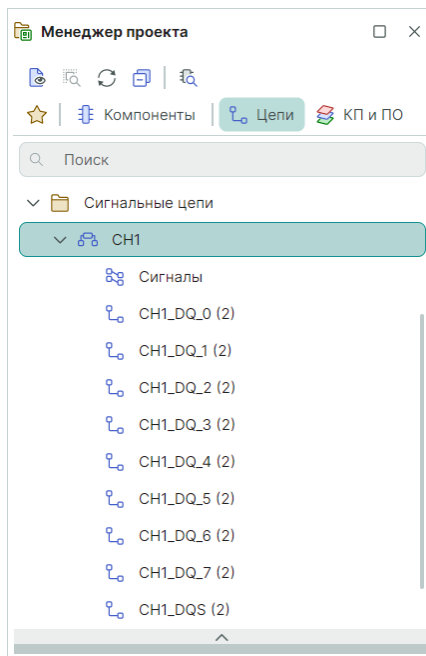

Рис. 361 Отображение в панели «Менеджер проекта» существующих сигнальных цепей
4. В панели «Менеджер проекта» → «Цепи» → «Сигнальные цепи» отображаются все существующие сигнальные цепи, см. Рис. 361.